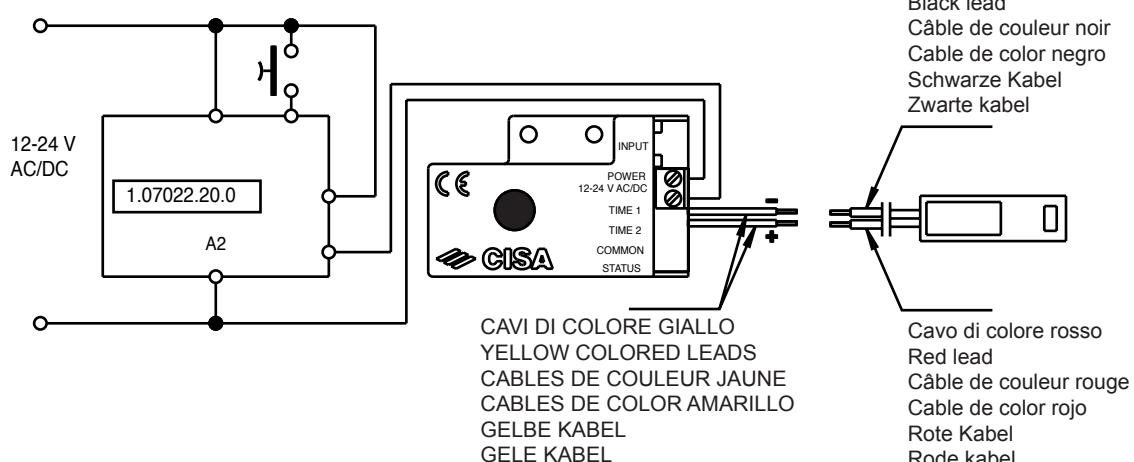

FIG. 14
**COLLEGAMENTO (Fig. 14)**
**BRANCHEMENT (Fig. 14)**
**ANSCHLUSS (Abb. 14)**
**EN MODULAR TIMER ACCESSORY (item 1-07022-20-0)**
**CONNECTION (fig. 14)**
**CONEXIÓN (Fig. 14)**
**AANSLUITING (Fig. 14)**